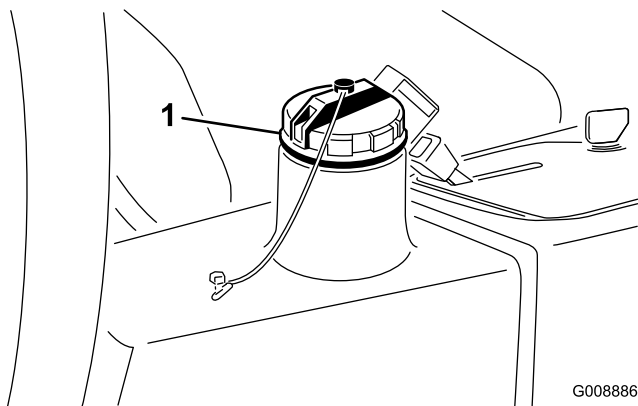

Bild 63
3. Füllen Sie den Behälter (Bild 63) mit ca. 22,7 Litern Hydrauliköl, siehe „Prüfen der Hydraulikanlage“.